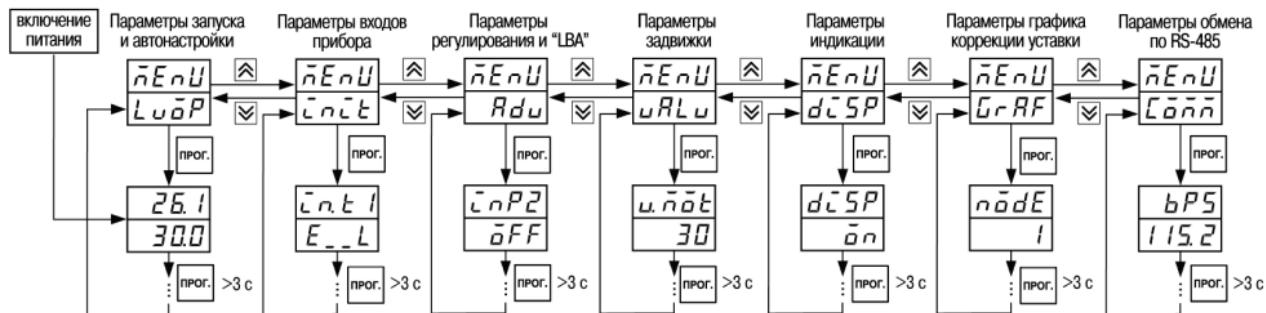

Рисунок 6.1
6.1.2 Основные параметры прибора объединены в семь групп: *Ли \ddot{o} Р*, *Ли \ddot{o} т*, *Рду*, *и \ddot{o} Ли*, *д \ddot{o} СР*, *Гр \ddot{o} Р* и *С \ddot{o} нн*, составляющих меню прибора (рисунок 6.1). Полный список программируемых параметров приведен в Приложении Г.